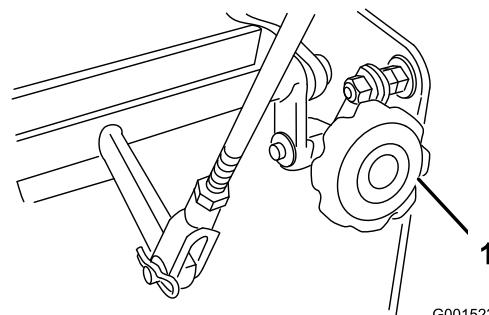

Figure 38
- Si la machine se déporte d'un côté ou de l'autre, tournez le bouton de Quick-Track. Tournez le bouton à droite pour diriger la machine vers la droite et à gauche pour diriger la machine vers la gauche (Figure 38).